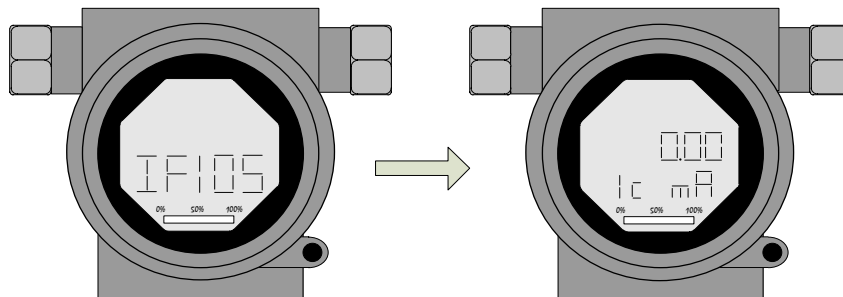

图 6.11 PA 型智能变送器恢复数据到出厂值
**RST 跳线：**复位跳线，用于恢复仪表数据到出厂值，与 4.4 节中的使用磁棒恢复出厂值数据功能相同。操作过程如下：首先关闭仪表电源，然后将跳线插入 RST 位置，重新给仪表上电，这时液晶屏的显示如图 6.11 所示，表明已经恢复仪表数据到出厂值。